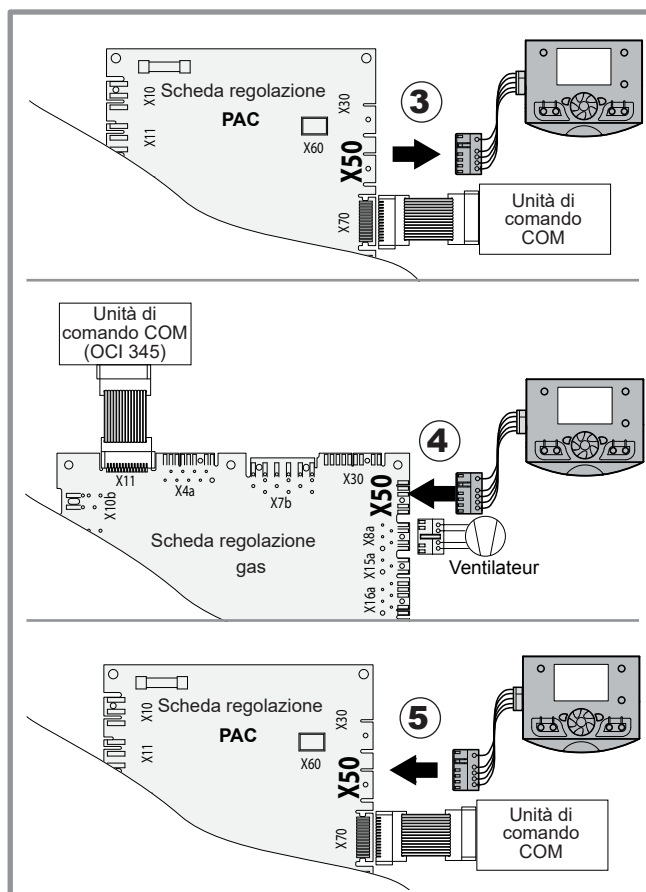

figura 50 - Collegamento temporaneo dell'unità di comando sulla scheda di regolazione (LMS)
Per effettuare i controlli della combustione (durante una variazione del tipo di gas o la manutenzione), è possibile mettere in funzione il generatore di gas indipendentemente dalla PdC (figura 50).
• **3** - Ricollegare il cavo a nastro dell'unità di comando sull'RVS (connettore X50) (figura 50).